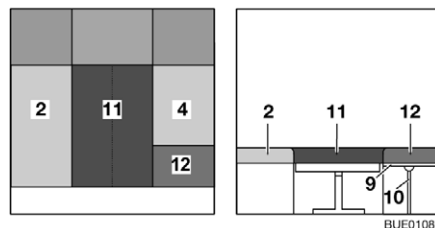

Bild 97 Efter ombyggnaden
- Lägg den extra dynan (Bild 97,11) mellan sittdynorna (Bild 97,2 och 4).
- Placera den extra dynan (Bild 97,12) på sänglådornas förlängning (Bild 97,9).